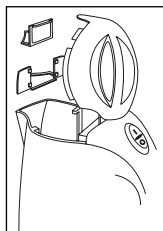

Figure 1
1. Retrait du filtre (Voir la Figure 1) : Videz la bouilloire et ouvrez le couvercle.